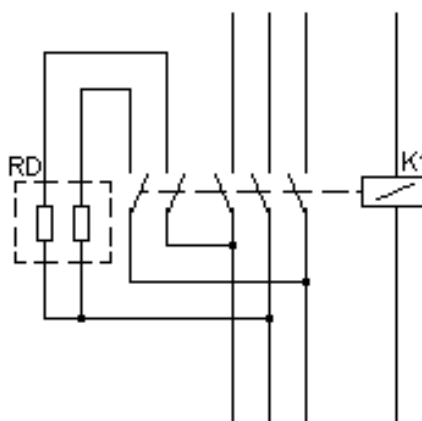

Figura 18: Conexión de las resistencias de descarga.
- ✓ En caso de que la batería incluya resistencias de descarga RD, comprobar que están en buen estado (no están abiertas ni presentan síntomas de quemadura). (**Figura 18**)